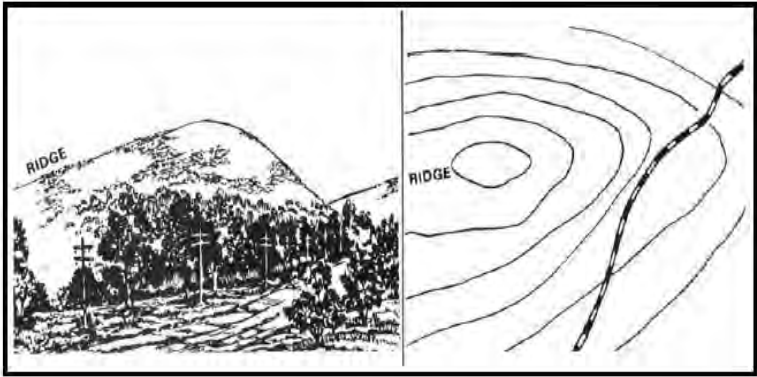

Figure 071-COM-1001-5. Ridge.
- e. Identify a depression (Figure 071-COM-1001-6).